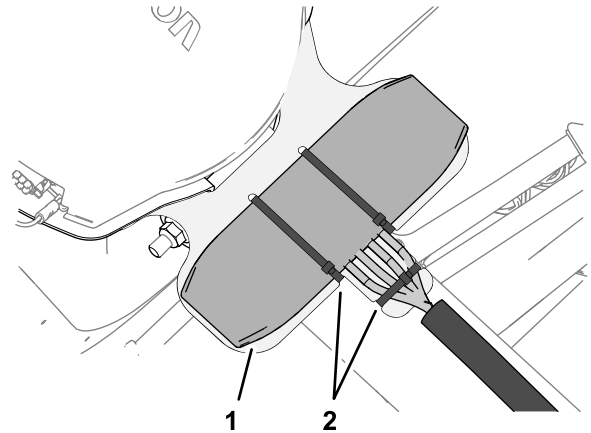

Figure 127
- Fixez le support d'antenne avec 3 attache-câbles, comme montré à la Figure 127.
- Fixez le faisceau de l'antenne de modem sur le support comme montré à la Figure 127.